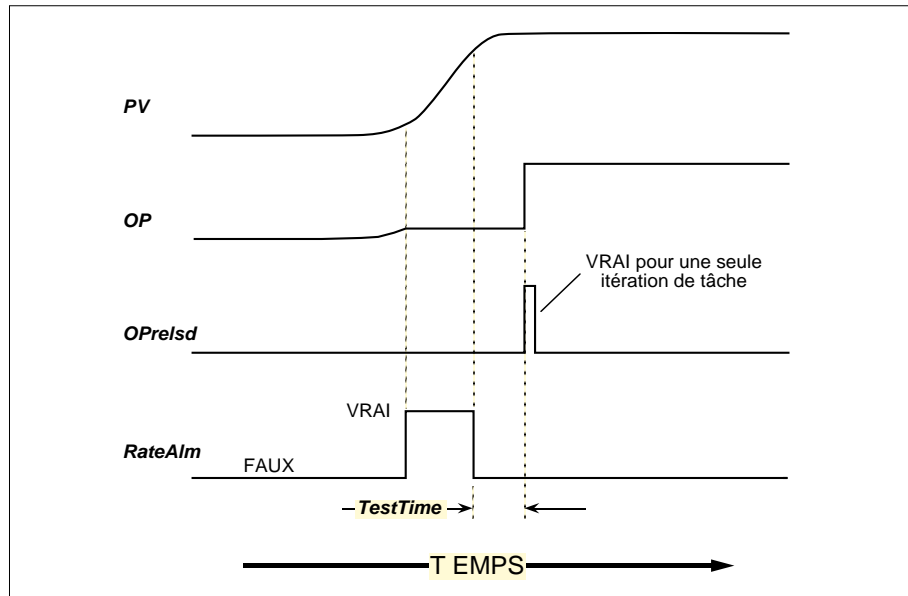

Figure 6-11 Actions des paramètres RATE_ALM - Déblocage OP après TestTime
Le déblocage d'*OP* après la disparition d'une alarme de vitesse n'est pas immédiat, mais se produit après une durée spécifiée (*TestTime*) ou lorsque *PV* revient à une valeur spécifiée (*TestBand*) d'*OP*, suivant ce qui se produit en premier. Le bit d'état *OPrelsd* signale le déblocage d'*OP* en passant à VRAI pendant une seule itération de la tâche. Les figures 6-11 et 6-12 illustrent le comportement d'*OP*, *OPrelsd* et le bit d'alarme de vitesse *RateAlm* à mesure que *dPV/dt* sort et rentre dans les limites.
- **OPrelsd.** Ce bit passe à VRAI pour une itération de la tâche, puis repasse à FAUX, lorsqu'*OP* sort de l'état de maintien après l'apparition d'une alarme de vitesse. Voir les figures 6-11 et 6-12 qui illustrent l'action du drapeau *OPrelsd*.